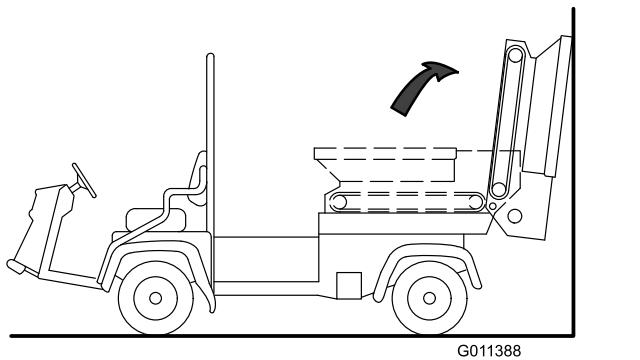

图33
5. 向后转动料斗并倚靠到墙壁、梯子等物体上面。不要将料斗靠着机器后部放置因为这样可能会损坏刷子或液压接头图33。
重要事项 确保料斗翻转超过中心线和/或固定到墙壁或柱子上防止其意外跌落到工作区图33。